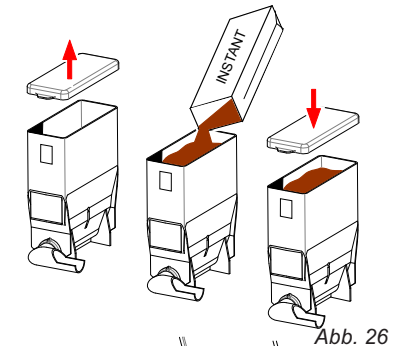

Abb. 26
- Füllen Sie den/die Behälter mit dem richtigen Produkt (Abb. 26).